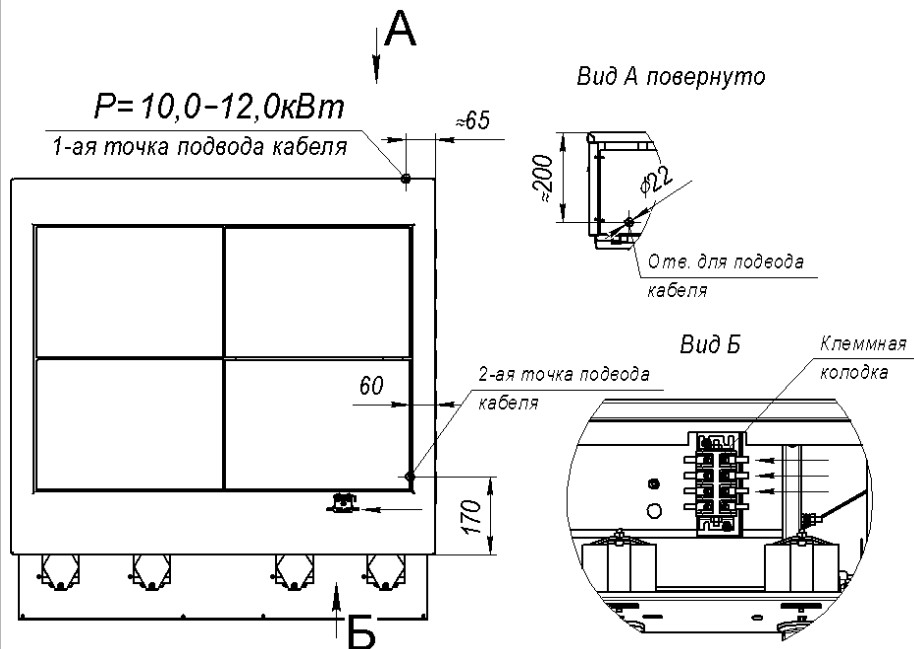

Рис.3
6.7 Рекомендуем, подвод электропитания к плите производить, скрытой в полу, трубной разводкой. Диаметр трубы – не менее 1/2" ( $\varnothing=22\text{мм}$ ), высота от уровня пола не более 500мм (см. рис.3). Электропровода, заводимые в плиту, до блока клеммного, должны иметь термостойчивую изоляцию, с температурой длительной эксплуатации не менее 150°C